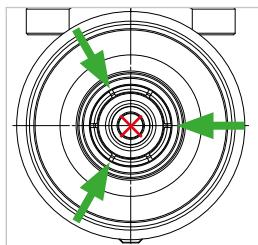

Figure 10
- Remarque :** veillez à ce qu'aucun détergent ne pénètre dans la conduite de gaz (*Figure 10*).
- ▶ Vaporisez brièvement une fois le lubrifiant avec le petit tube entre chaque deuxième pince de serrage (*Figure 10*).
Attention : le lubrifiant ne doit pas être vaporisé dans la conduite de gaz (*Figure 10*).